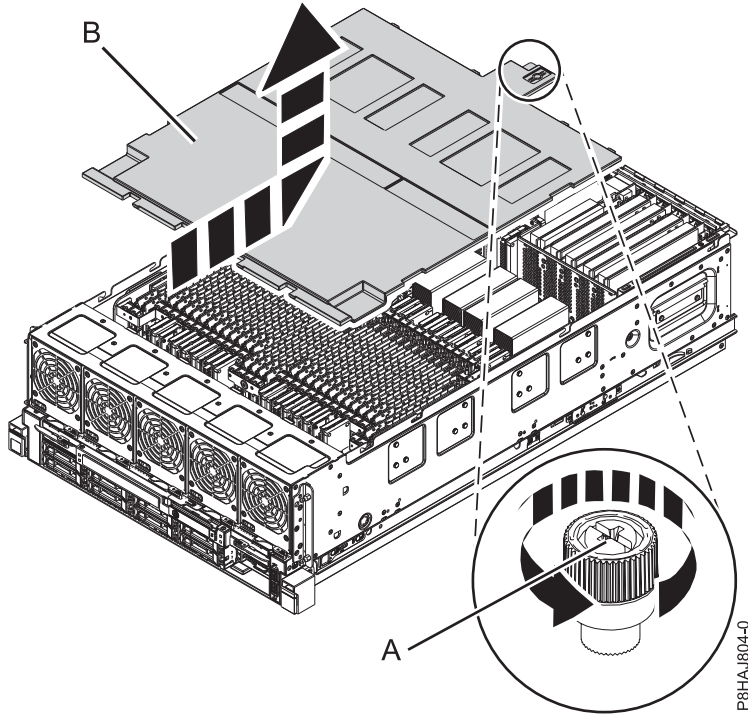

Figure 28. Retrait du capot de sécurité
2. Desserrez la vis moletée (A) située à l'arrière du capot en la tournant dans la direction illustrée dans la figure 28, à la page 48.
3. Faites glisser le capot de sécurité (B) vers l'arrière du système. Une fois l'avant du capot dégagé du bord supérieur du châssis, soulevez et retirez le capot.